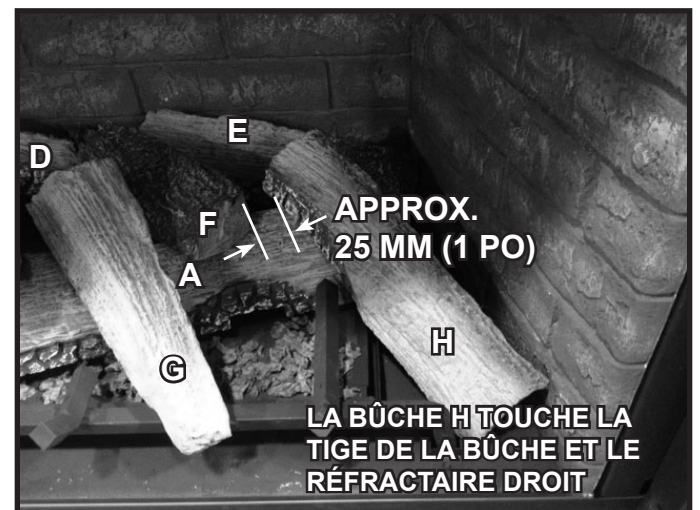

Figure 12. Bûche H installée
6. **(BÛCHE H)** : Localisez la tige pour la bûche H dans la figure 4. Placez la bûche H dans l'appareil, comme il est indiqué à la figure 12. La base de la bûche devrait reposer contre la tige de la bûche. La bûche touchera également au réfractaire droit. Le haut de l'extrémité supérieure de la bûche reposera sur la bûche A et sera espacée d'environ 25 mm (1 po) de la bûche F. La figure 3 présente une installation complète des bûches.